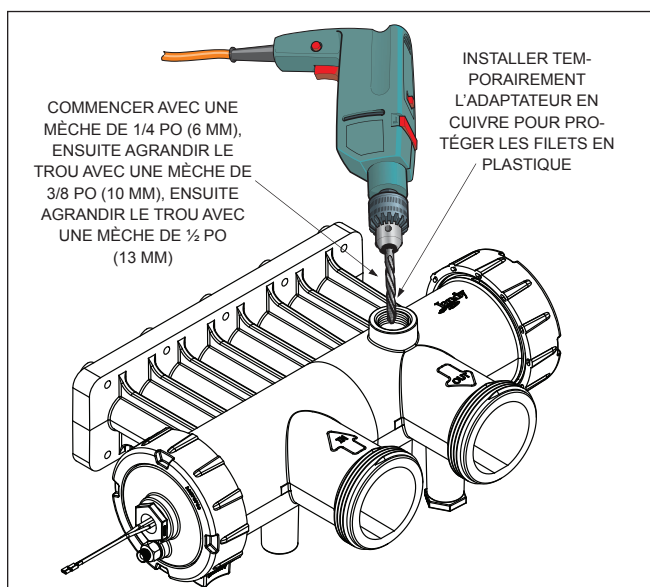

Figure 13. Percer un trou pour la soupape de limitation de pression
2. En utilisant comme guide la fraisure au centre du trou borgne, percer un trou de 1/4 po (6 mm) à travers le plastique (Voir Figure 13).